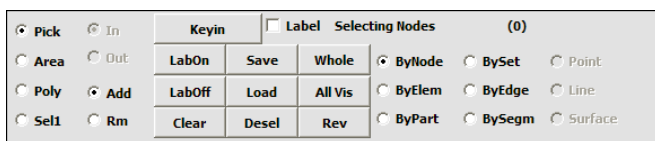

Figure 13
- выберите  Section внизу панели (см. Figure 13)